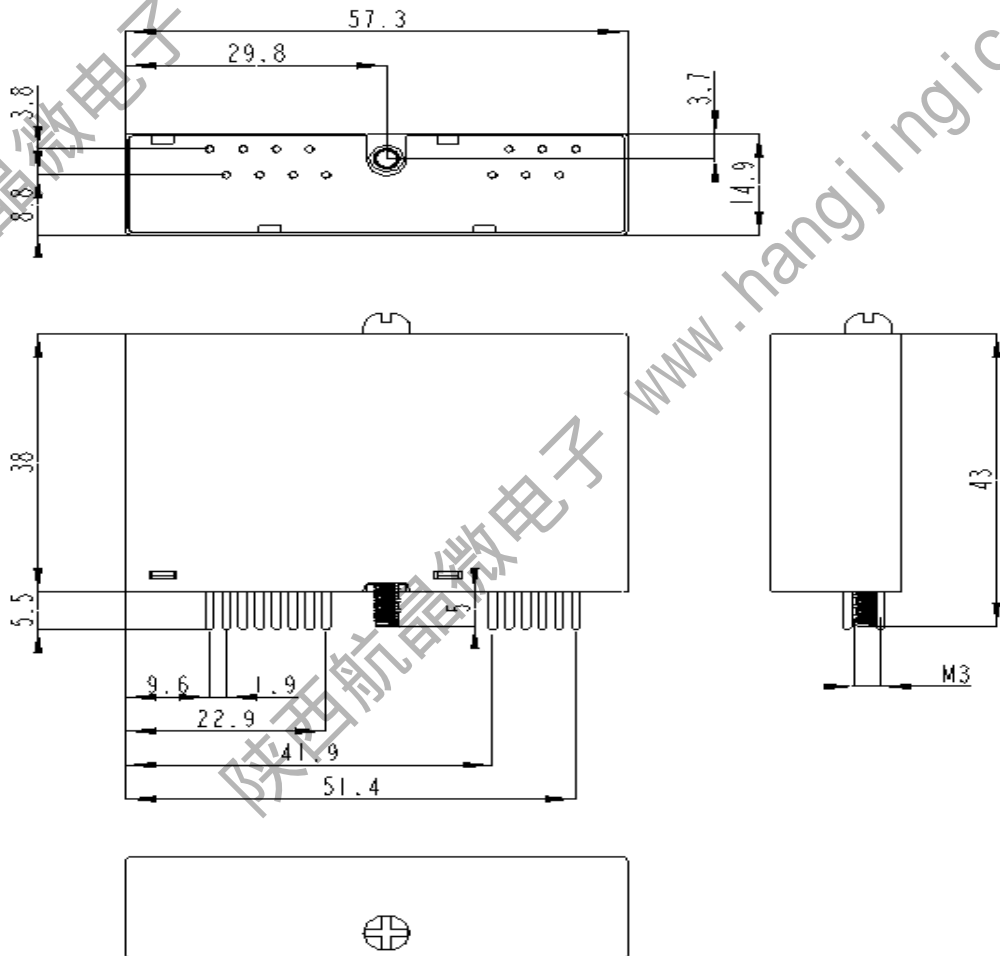

图2 HJ5B40A封装外形尺寸
1.HJ5B40A采用HJ-YFWK-018外壳，外形尺寸见图2所示：